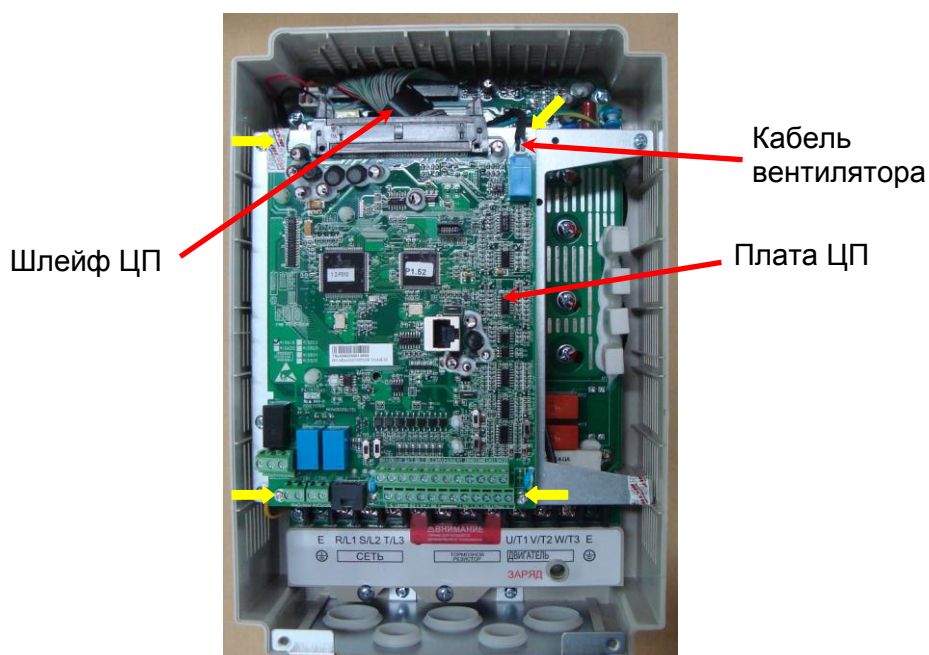

Рис. 6.6
### 6.3.1. Отсоединить разъем шлейфа ЦП и кабеля вентилятора (рис. 6.6).
**6.3.2.** Выкрутить четыре винта (желтые стрелки, рис.6.6), демонтировать плату ЦП, положить плату и винты в тару.